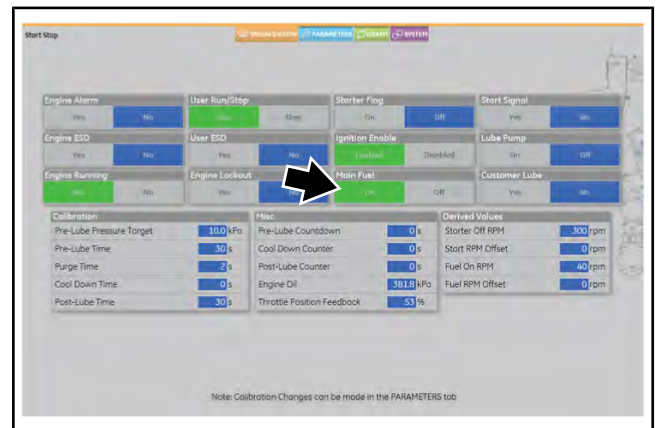

Рисунок 12.00-8: Экран Start Stop («Пуск и останов»)
2. На экране Start Stop («Пуск и останов») убедитесь, что на вкладке Main Fuel («Основное топливо») подсвечен синим элемент On («Вкл.») (см. Рисунок 12.00-8).